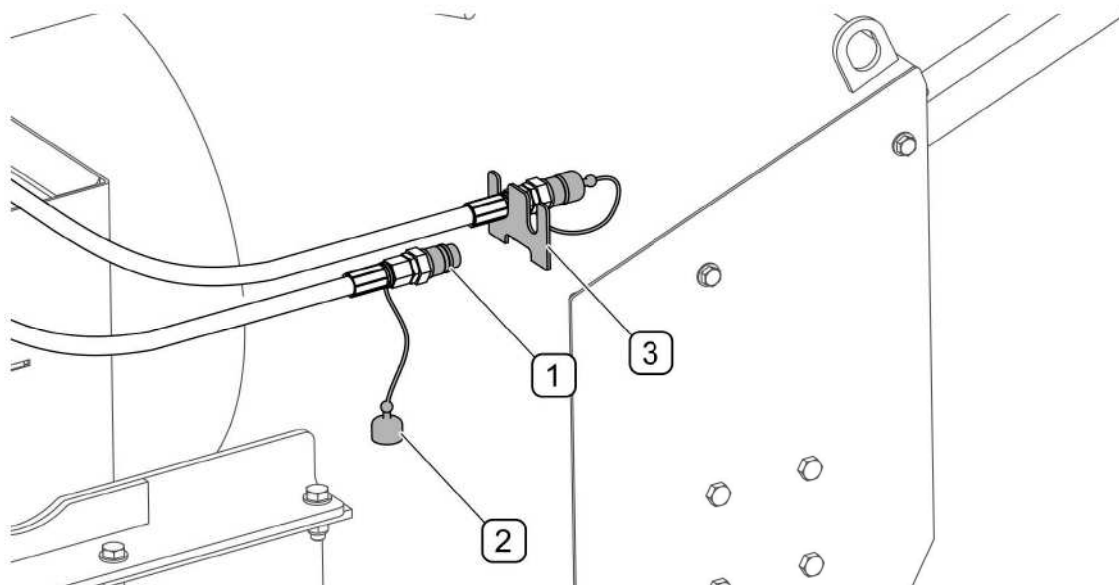

РИСУНОК 4.9 Предохранение штекеров гидроразъемов
- Отсоединить гидропровода поворотного механизма метателя и поместить их на специальные кронштейны на корпусе снегоочистителя (РИСУНОК 4.9)